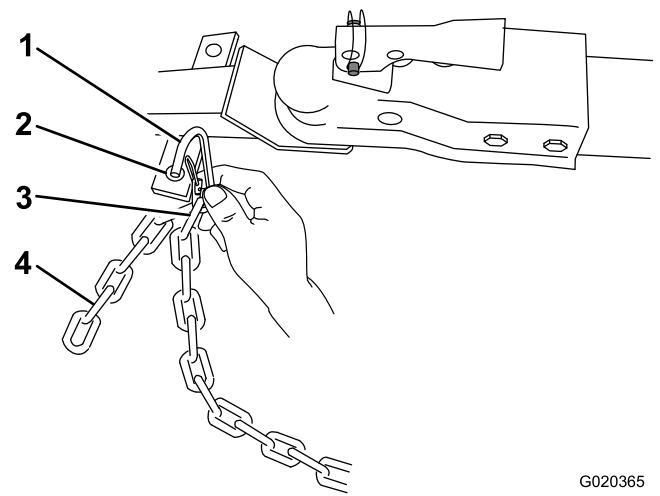

Figura 19
3. Conecte cada tramo de cadena al punto de montaje de la cadena de seguridad del vehículo de remolque con los conectores (Figura 19).